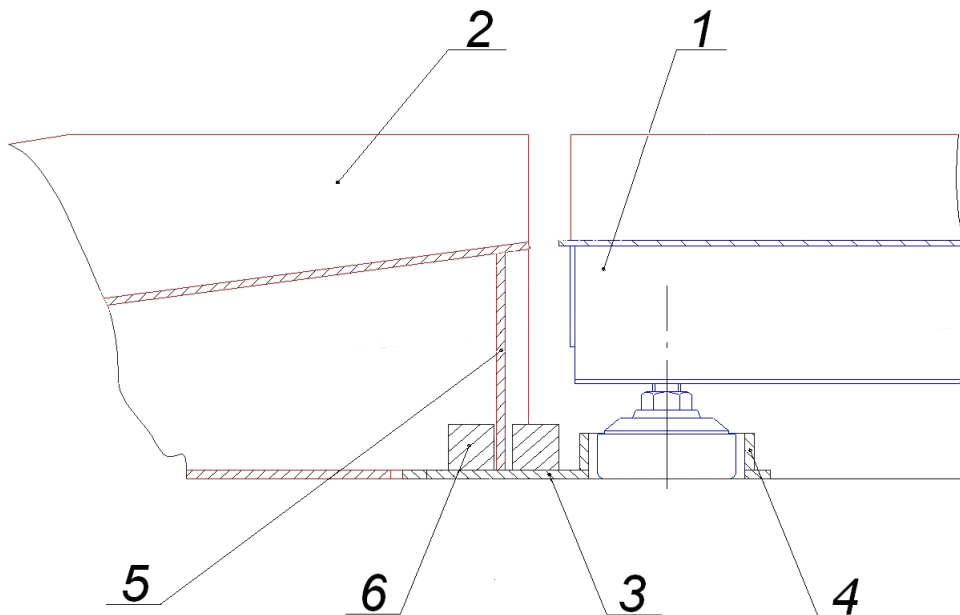

Рис. 2 Схема соединения платформы и пандусов ВСП4-Б
2.2.2. Ввернуть опоры в резьбовые отверстия датчиков платформы таким образом, чтобы высота платформы была равна высоте пандусов. Расположить опоры платформы 1 (рисунок 2) в гнездах 4 ограничителей 3, а ребра 5 пандусов поместить в зазоры между упорами 6 ограничителей 3.